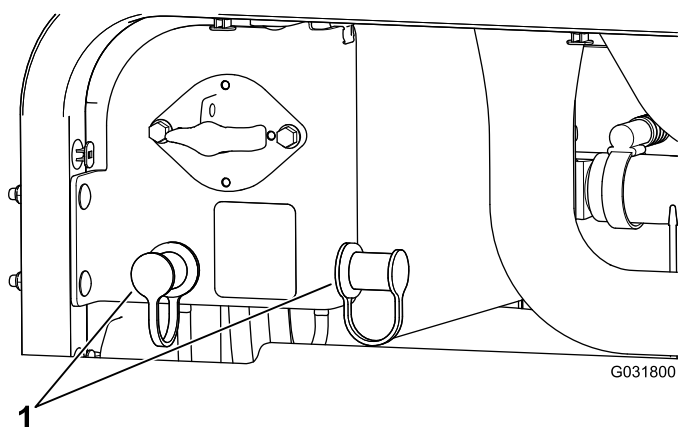

Figure 107
3. Retirez les capuchons des bornes positives de la batterie déchargée (Figure 107)